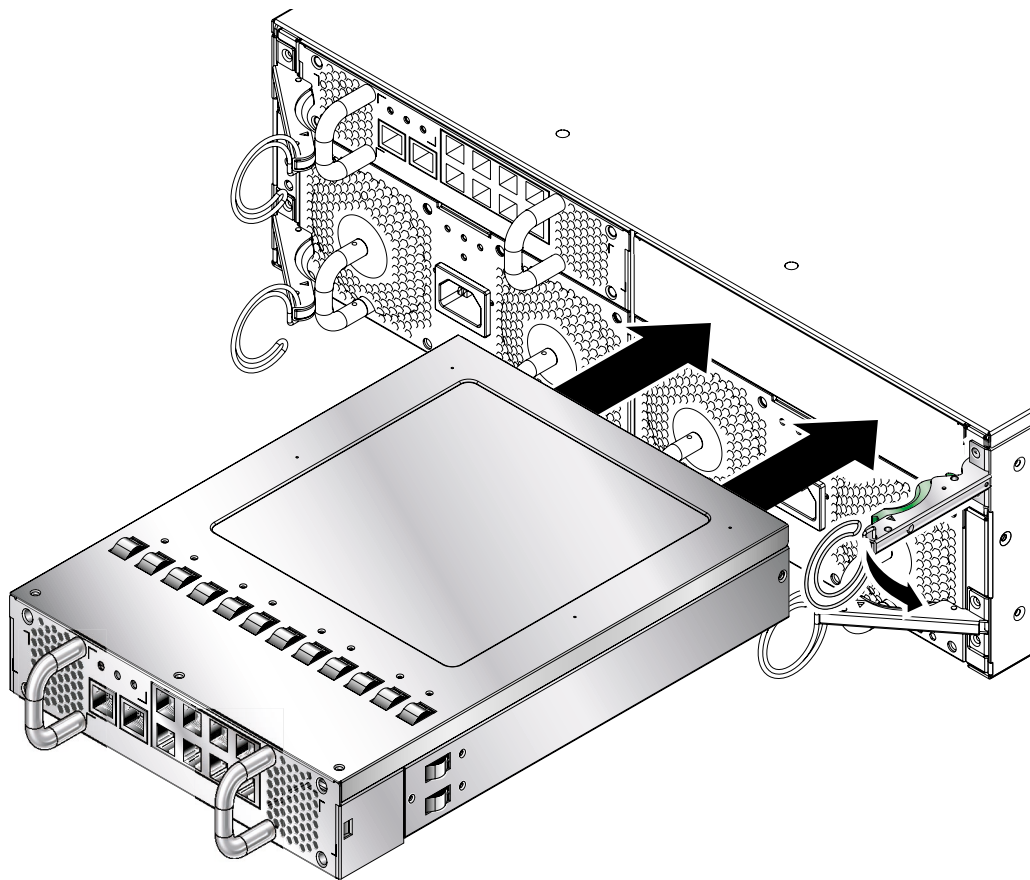

図 4-14 SSC を挿入する前の位置合わせ
2. シャーシの取り外しレバーが完全に開いて、開口部をふさいでいないことを確認します (図 4-14)。